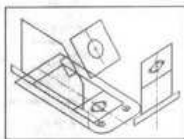

图 2-52 平面空间组合群
(9) 单击标准视图工具栏中的  (等轴侧) 工具，在图形区域将显示如图 2-52 所示的平面空间组合群。
(10) 接下来，使用  (对齐草图) 工具对上述的 4 个草图进行简单的对齐操作。在进行对齐操作时，必须遵循如下规则：